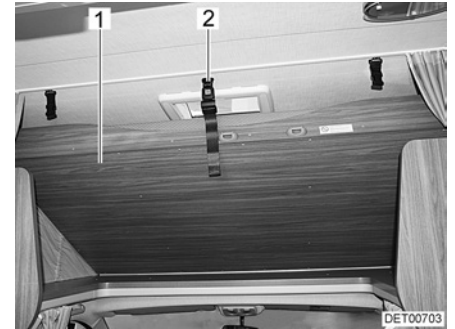

Fig. 51 Lit de capucine en position de marche
- Pivoter le lit de capucine (Fig. 51,1) vers le haut et encastrer la sangle de retenue (Fig. 51,2) dans le support du toit.